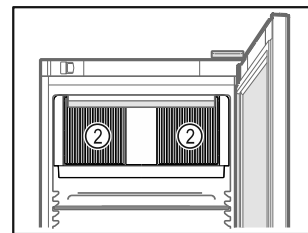

Fig. 61
- Větrací otvory Fig. 61 (2) oběhového vzduchového čerpadla ve vnitřním prostoru udržujte volné.